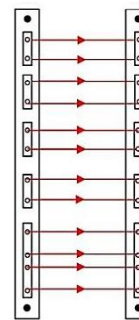

Figura 2
- Collegare la batteria e premere brevemente il tasto reset sulla scheda madre RX, prestando attenzione a non interrompere i fasci di trasmissione; il cicalino segnalerà la ricezione dei singoli doppi fasci (figura 2).